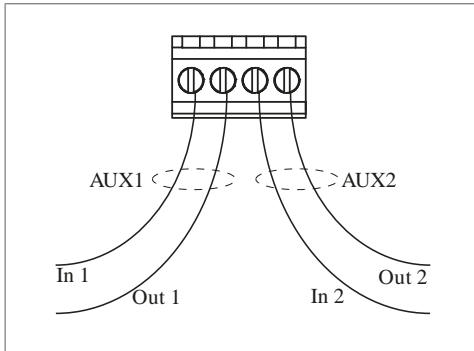

Bild 6: Anschlussklemme (AUX) für externe Signalgeber
Das Gerät verfügt über zwei potenzialfreie Kontakte AUX1 und AUX2 (Bild 6), an denen z. B. ein KNX-Funk Binäreingang angeschlossen werden kann. Auf diese Weise kann ein Alarmsignal beispielsweise auf den KNX-Bus gesendet werden. Das Alarmsignal bleibt so lange aktiviert, bis der Alarm (siehe Gefährliche Situation, Wasser Leckage) durch Drücken der OK-Taste (3) auf der Sensoreinheit quittiert wird. Die Beschaltung der potenzialfreien Kontakte und deren Bedeutung ist in Tabelle 3 dargestellt.
- Herdzuleitung 1phasig (17) an die Anschlussklemmen **IN** (22/23/29) der Spannungsunterbrechung anschließen. Dabei zuerst den Schutzleiter anschließen.
- Anschlussleitung (30) durch die Kabeleinführung (10) stecken.
- Zugentlastung (26) herstellen.
- Anschlussleitung 1phasig (30) an die Anschlussklemmen **OUT** (22/23/28) der Spannungsunterbrechung anschließen. Dabei zuerst den Schutzleiter anschließen.
- Optional: Wasser Leckage Sensor in die Anschlussbuchse (12) der Spannungsunterbrechung (9) stecken (siehe Montage Wasser Leckage Sensor).
- Gehäuseabdeckung (13) mit den Befestigungsschrauben (14) am Gehäuseunterteil befestigen.
- Optional: externen Signalgeber an potenzialfreien Kontakt (18) anschließen (Bild 6).